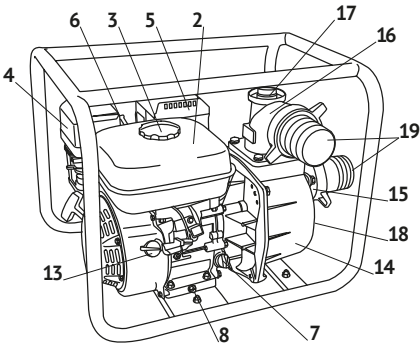
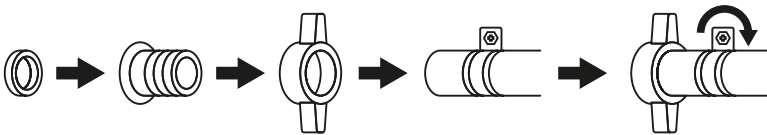

Рис. 1
Рис. 11
Установите на всасывающий патрубок насоса поставляемый в комплекте соединительный штуцер. Закрепите штуцер на патрубке с помощью гайки крепления, убедившись, что уплотнительное кольцо расположено ровно. Присоедините армированный всасывающий шланг (не входит в комплект) к соединительному штуцеру с помощью проволоочного хомута (рис. 11).
Установите на напорный патрубок мотопомпы поставляемый в комплекте присоединительный штуцер. Закрепите штуцер на патрубке с помощью гайки крепления, убедившись, что уплотнительное кольцо расположено ровно. Присоедините напорный шланг к штуцеру при помощи проволочного хомута (рис. 11).
7. Открутив пробку заливной горловины (поз. 17, рис. 1), при помощи воронки медленно заполните корпус насоса водой. Заливайте воду до тех пор, пока из горловины не потечет вода без пузырьков воздуха. Плотнo заверните пробку заливной горловины. Следите за герметичностью всасывающего шланга и надёжностью его соединения со штуцером (поз. 19, рис. 1 и рис. 11), чтобы избежать попадания воздуха в насос. Мотопомпа готова к работе.